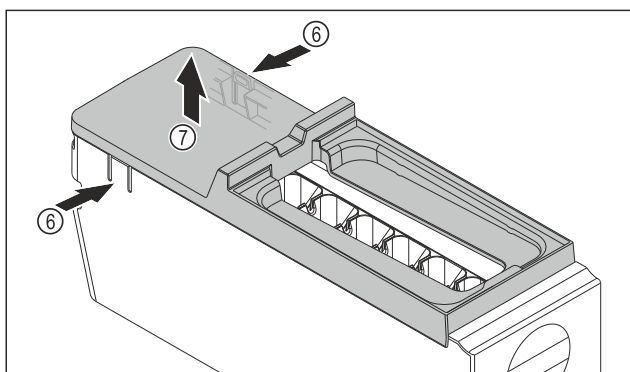

Fig. 142
- Abdeckung des EasyTwist-Ice-Korpus entnehmen: Laschen Fig. 142 (6) an den beiden Seiten des EasyTwist-Ice-Korpus mit einer Hand drücken.
- Abdeckung Fig. 142 (7) mit der anderen Hand nach oben entnehmen.